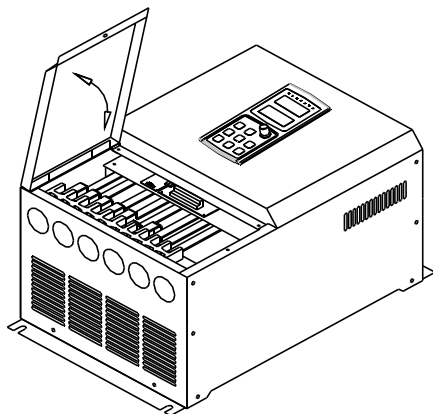

图 1-7 5.5KW 以上金属外壳机型面盖的拆卸和安装图（金属机壳）
1.7.2.1 5.5KW 以上金属外壳机型的面盖拆卸和安装（见图 1-7）